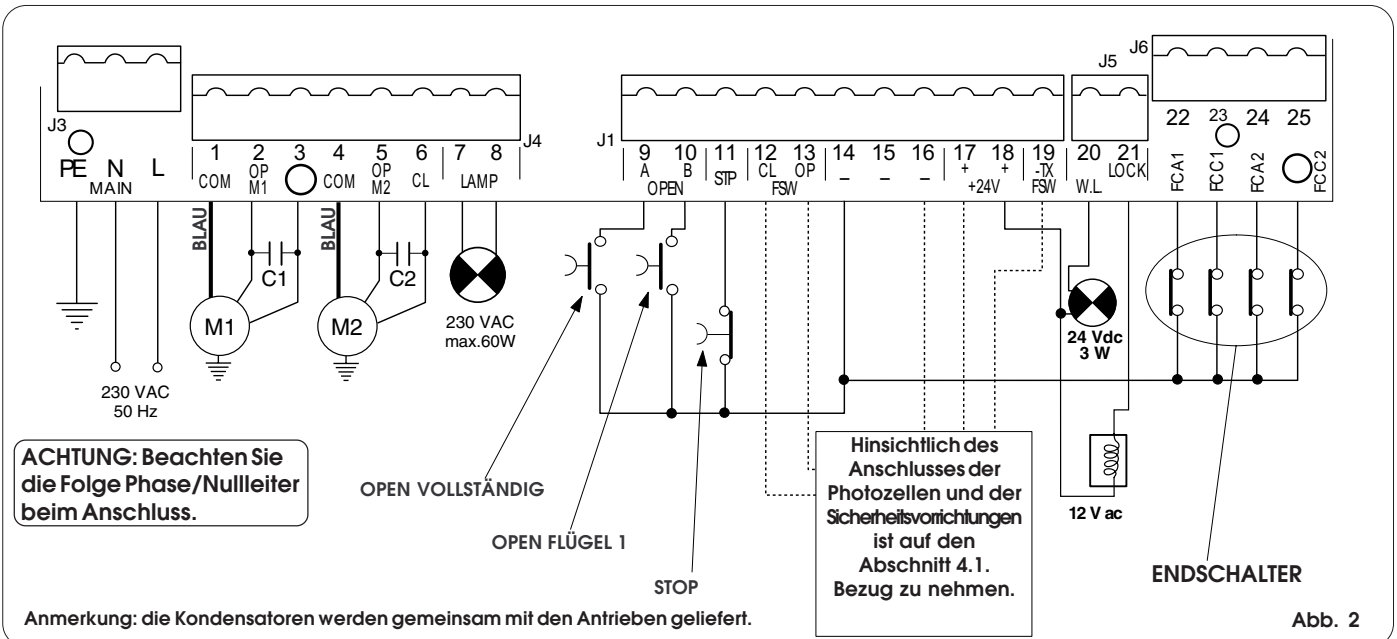

Abb. 2
- Das Erdungskabel ist an die entsprechende Klemme auf dem Stecker J3 des Geräts anzuschließen (siehe Abb. 2).
**4.2. Klemmenleiste J3 - Versorgung (Abb. 2)**
**4.3. Klemmenleiste J4 - Motoren und Blinkleuchte (Abb. 2)**
**4.4. Klemmenleiste J1 - Zubehör (Abb. 2)**
**4.5. Klemmenleiste J5 - Kontrollampe und Elektroschloß (Abb. 2)**
**4.7. Klemmenleiste J6 - Endschalter und/oder encoder (Abb. 2)**